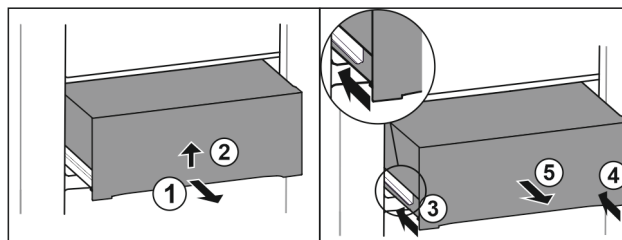

Fig. 45
- ▶ Predal izvlecite do polovice. Fig. 45 (1)
- ▶ Dvignite predal na spodnji strani. Fig. 45 (2)
- ▶ Vstavite levo vodilo. Fig. 45 (3)
- ▶ Vstavite desno vodilo. Fig. 45 (4)
- ▶ Predal vzemite ven v smeri naprej. Fig. 45 (5)